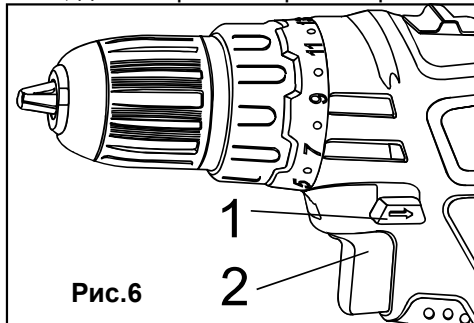

Рис.6
Перемикач напрямку обертання (1) розташований над кнопкою вклучення (2) (Рис. 6). Для обертання за годинниковою стрілкою перемкнете його вліво, для обертання проти вартовий – вправо.